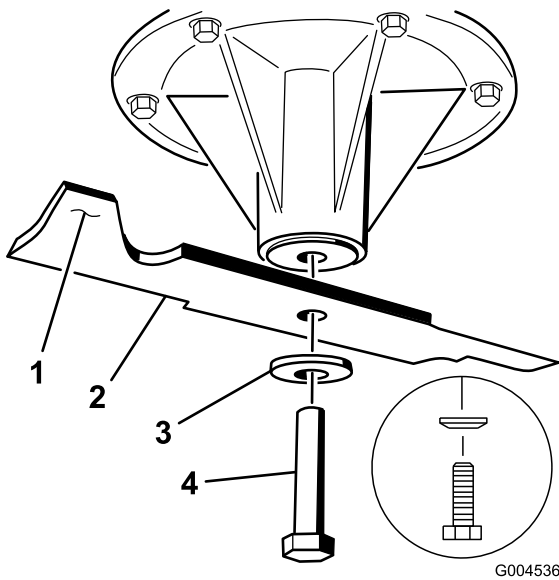

Figure 58
2. Retirez de l'axe le boulon, la rondelle élastique et la lame (Figure 58).
2. Vérifiez l'équilibre de la lame en la plaçant sur un équilibreur (Figure 57). Si la lame reste horizontale, elle est équilibrée et peut être utilisée. Si la lame est déséquilibrée, limez un peu l'extrémité de la partie incurvée seulement (Figure 58). Répétez la procédure jusqu'à ce que la lame soit équilibrée.
1. Placez la lame sur l'axe (Figure 58).
2. Installez la rondelle élastique et le boulon de la lame. Le cône de la rondelle élastique doit être dirigé vers la tête du boulon (Figure 58). Serrez le boulon à 115-150 Nm (85-110 pi-lb).